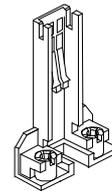

Bild 2-3
- ❑ Universal CPU Ständer - Kunststoff-Führung mit je zwei Schraubmutter im Fuß. Sie stabilisieren den Prozessor, der in den Slot1 gesteckt wird. (siehe Bild 2-3)